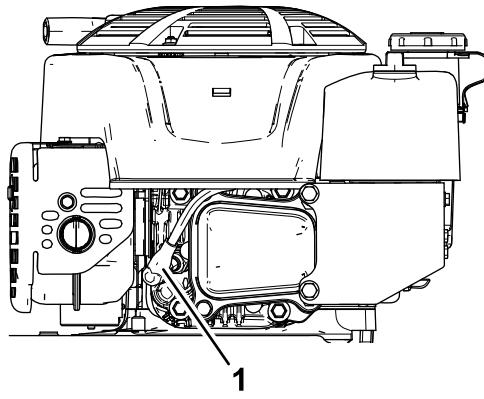

Figura 27
- Desconecte el cable de la bujía (Figura 27).